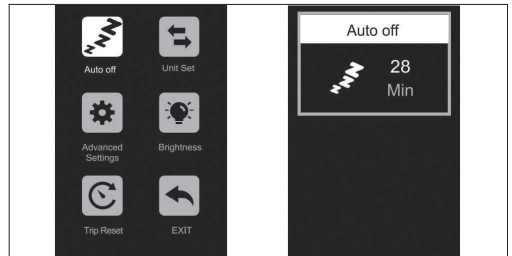

Figure 4-1
**Arrêt automatique :** Si vous entrez dans ce paramètre, vous pouvez ajuster le temps d'arrêt automatique, comme indiqué dans la (Figure 4-1).